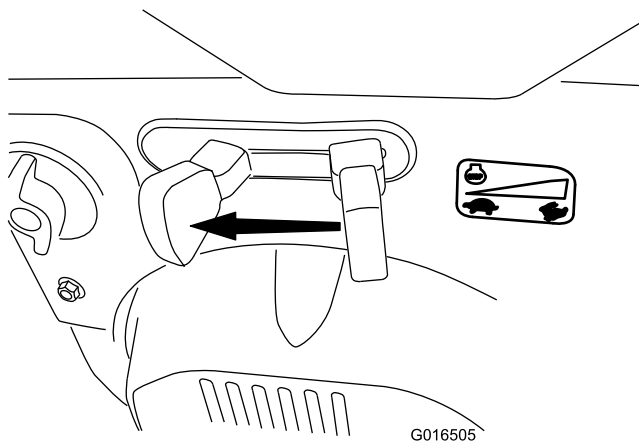

Bild 32
1. Stellen Sie die Gasbedienung auf die Langsam-Stellung und dann auf die Stopp-Stellung (Bild 32), um den Motor abzustellen. Sie können auch den Zündschlüssel nach außen in die mittlere Stellung ziehen, um den Motor abzuschalten.